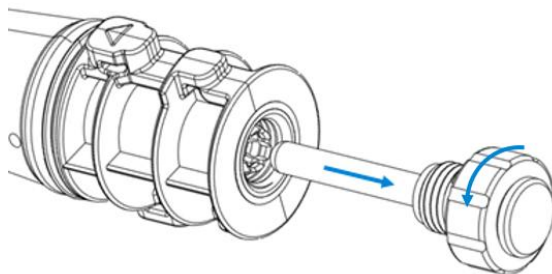

Figura 4. Desenrosque y retire el tapón de transporte del cuerpo de la antorcha.
1. Desenrosque la tuerca de bloqueo del cuerpo de la antorcha para extraer el tapón de transporte. Consulte la Figura 4.